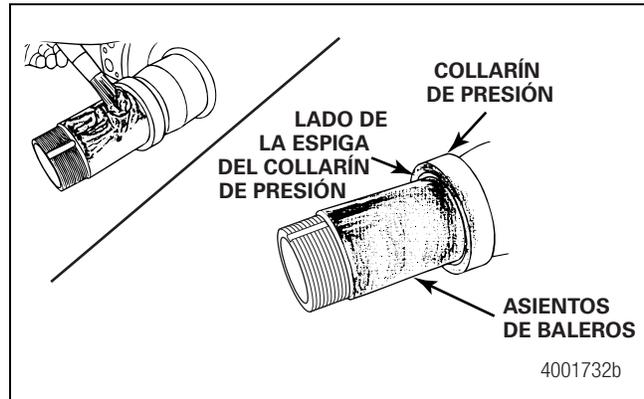

Figura 3.28
- Si el conjunto de maza no tiene anillo "O" de espiga: Aplique una capa ligera de grasa para baleros sobre los asientos de baleros de la espiga y sobre el lado de la espiga del collarín de presión. Esta grasa ayudará a reducir el desgaste de la espiga, ayudará a retirar la espiga y ayudará a sellar la unión maza-espiga. Figura 3.28.